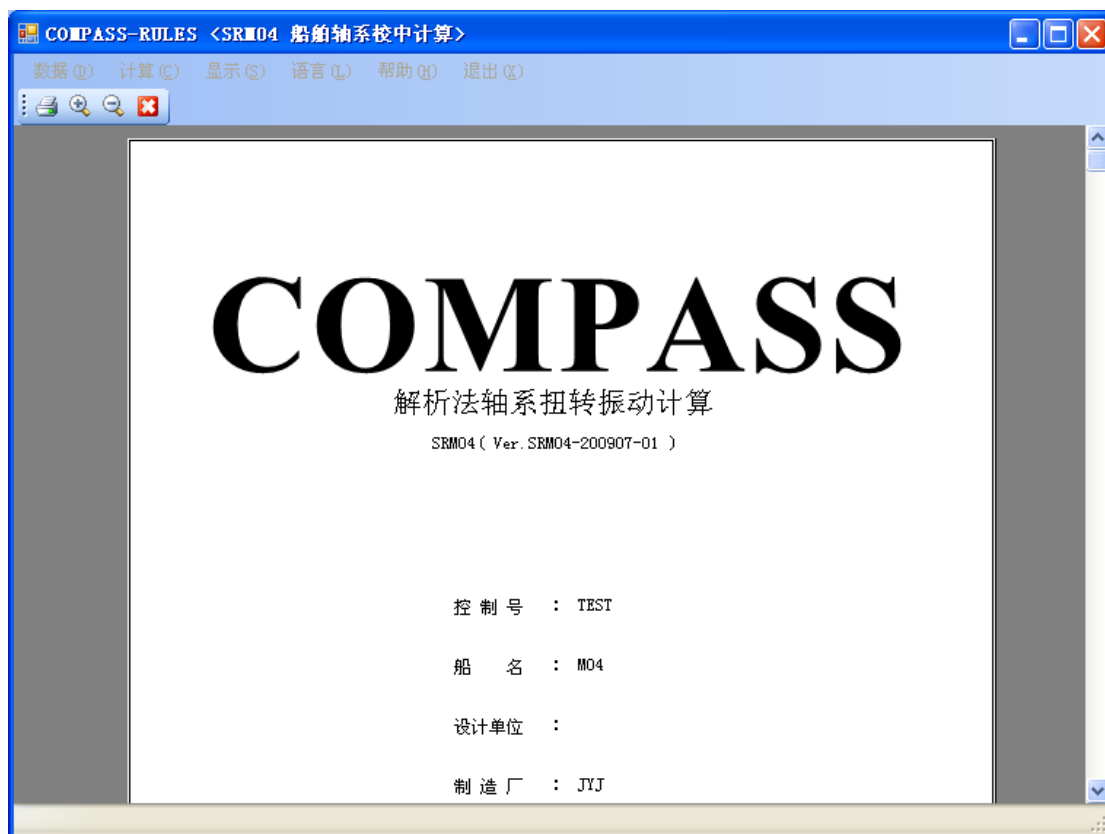

图 4.9 打印预览界面
- 单击菜单栏中【显示】菜单的【输入】时，程序显示打印预览界面，当点击【计算】按钮后，程序进入计算状态，计算完毕后会在屏幕上显示打印预览界面，如图 4.9 所示的。
- 如果您需要保存计算结果，则可以安装 PDF 打印机，然后再如图 4.9 所示的界面中，单击【打印】按钮，在随后出现的“选择打印机”对话框中选择“Acrobat PDF Printer”打印机即可。